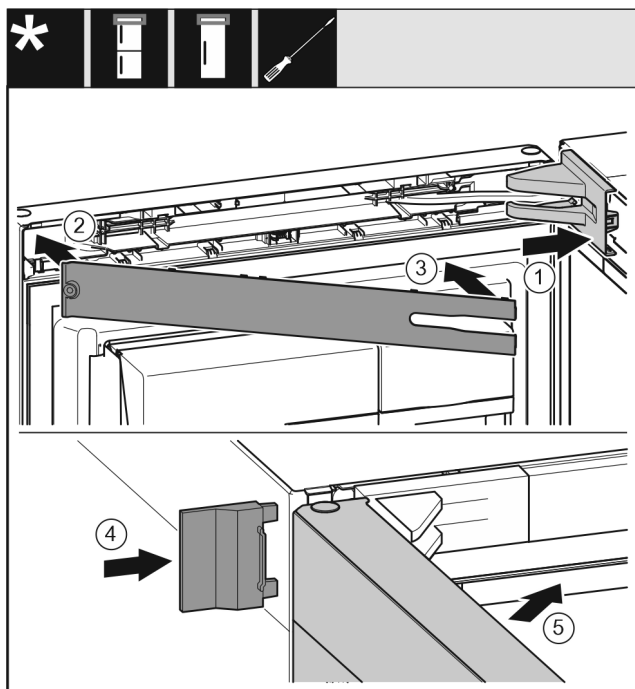

Fig. 25
- Anbring hængselkonsollens afdækning, og sørg for, at den går i indgreb, tryk den eventuelt forsigtigt fra hinanden. Fig. 25 (1)
- Sæt afdækningen på. Fig. 25 (2)
- Sving afdækningen ind, og lad den gå i indgreb. Fig. 25 (3)
- Sæt den udvendige afdækning på. Fig. 25 (4)
- Luk den øverste dør. Fig. 25 (5)